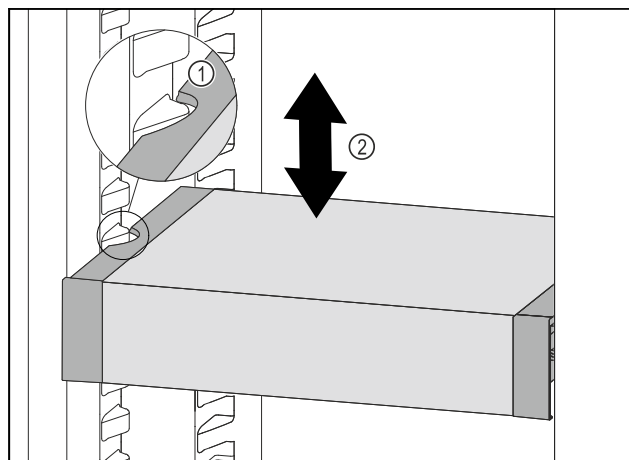

Fig. 111
- ▶ Потягнути VarioSafe вперед, поки бокові заглиблення VarioSafe не опиняться на рівні ребра для резервуара в охолоджувальному відділенні. Fig. 111 (1)
- ▶ Пересувайте VarioSafe вгору або вниз в охолоджувальному відділенні до тих пір, поки не досягнете бажаної висоти. Fig. 111 (2)